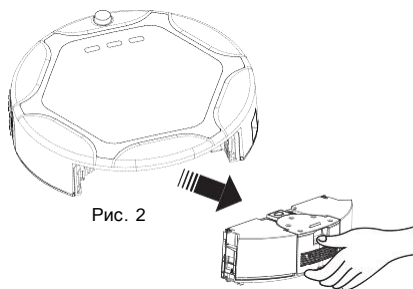

Рис. 2
- В. Вытащите камеру, потянув ее на себя (смотрите рис. 2)